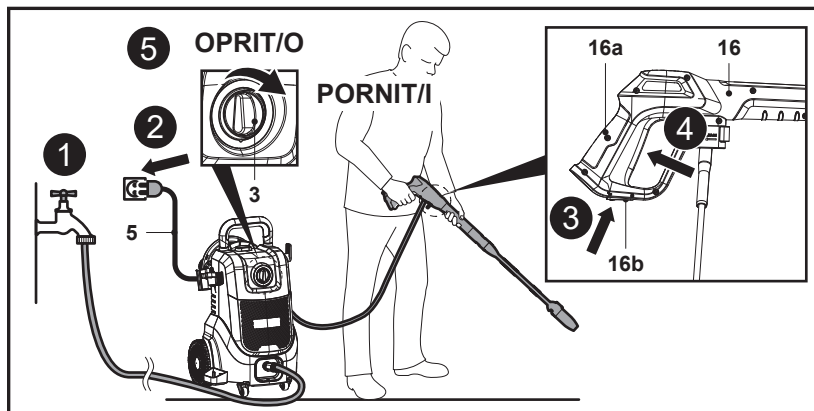

Fig. 19
1. Deschide robinetul pentru a lăsa apa să curgă în pompă (fig. 19, pasul 1).
2. Conectează cablul (5) la sursa de alimentare electrică după ce te-ai asigurat că comutatorul rotativ (3) este în poziția oprit (fig. 19, pasul 2).
3. Trage în spate piedica (16b) din partea de jos a pistolului pulverizator (16) pentru a debloca declanșatorul (16a) (fig. 19, pasul 3).
4. Apasă complet declanșatorul (16a) până când există un flux constant de apă, pentru a elimina aerul din aparat și din furtunul de apă (fig. 19, pasul 4). Apoi eliberează declanșatorul pistolului pulverizator (16a).
5. Porneste aparatul rotind comutatorul de pornire / oprire (3) la poziția „I” (fig. 19, pasul 5).